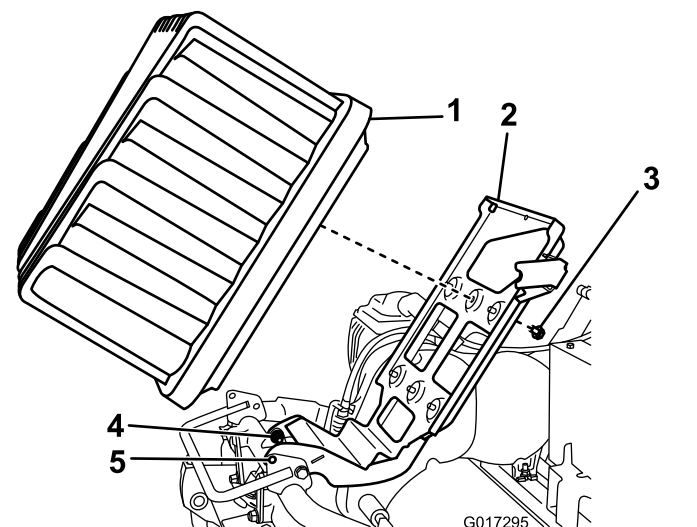

図 13
- ピボットボルトとナット2組それぞれを半回転ずつゆるめる【図 13】。
6. バッテリープラットフォームを上昇させて、ベースとフレームのロック穴をそろえる【図 13】。